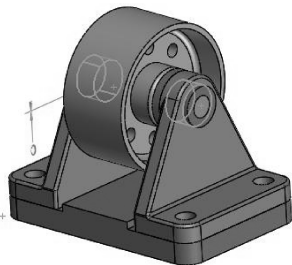

图 5-62 改变测量方向
- 在【测量方向】选项区中单击 Y 按钮，改变测量方向，如图 5-62 所示。